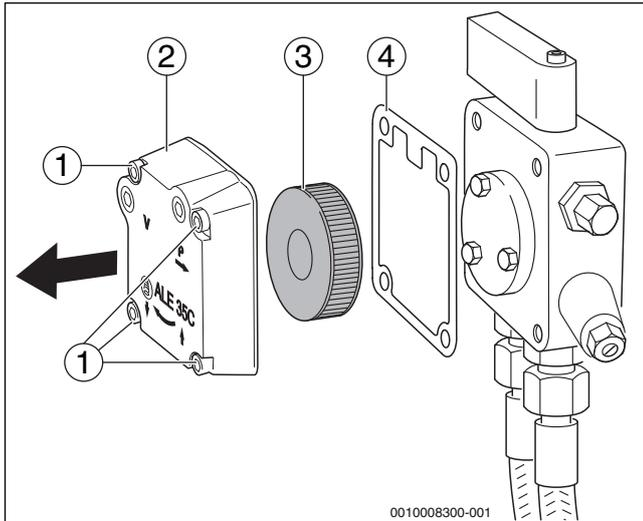

Bild 30 Ölpumpenfilter prüfen – Ölpumpe Suntec
- ▶ Die vier Innensechskantschrauben (→Bild 30, [1]) lösen.
- ▶ Gehäusedeckel (→Bild 30, [2]) abnehmen.
- ▶ Ölpumpenfilter (→Bild 30, [3]) herausnehmen.
- ▶ Dichtung (→Bild 30, [4]) auf Beschädigung prüfen und gegebenenfalls austauschen.
- ▶ Ölpumpenfilter (→Bild 30, [3]) mit Waschbenzin reinigen, gegebenenfalls austauschen und wieder in die Ölpumpe einbauen.